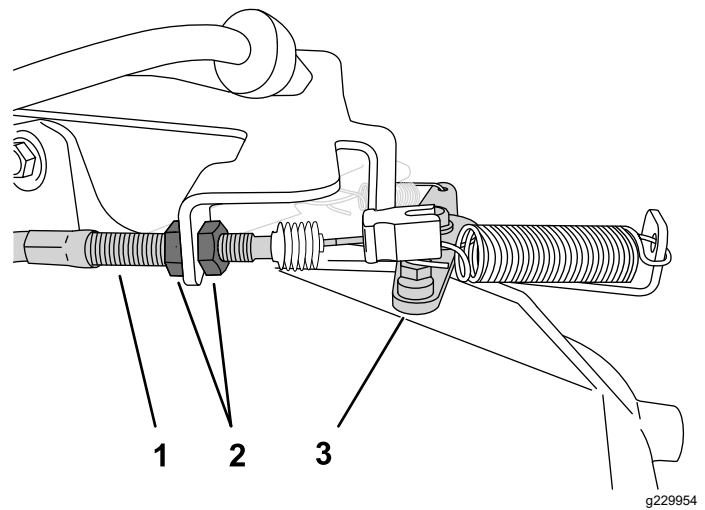

Figure 42
2. Au niveau de la gaine du câble d'accélérateur, desserrez l'écrou de blocage avant et serrez l'écrou de blocage arrière pour augmenter le bas ralenti (Figure 42).